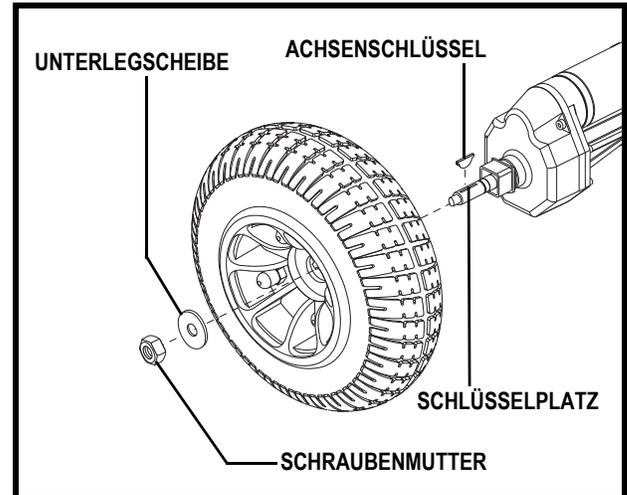

Abb. 24. Reifenradenthebung
4. Entfernen Sie die Schraubenmutter und Unterlegscheibe des Antriebsrades von der Radnabe. **Siehe Abb. 24.**
9. Schieben Sie das neue Rad wieder über die Radachse. Versichern Sie sich, dass der Achsenschlüssel in seinem Schlüsselplatz ist. **Siehe Abb. 24.**